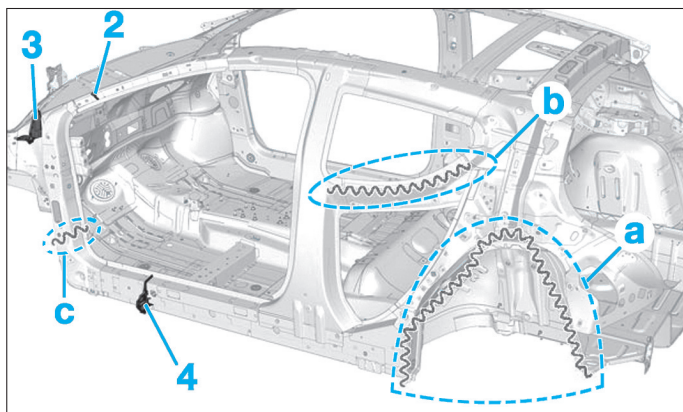

FIG. 44
- Positionner les inserts (2), (3) et (4) (Fig.44).